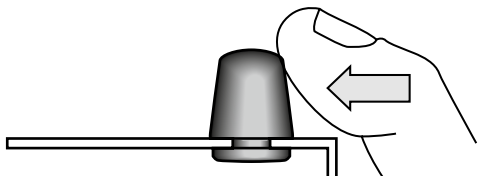

fig.2: pousser pour enlever les pieds de l'appareil
- Si vous montez l'appareil dans un boîtier 19", vous pouvez enlever les pieds. Exercez une pression latérale sur les pieds pour les enlever (fig.2).